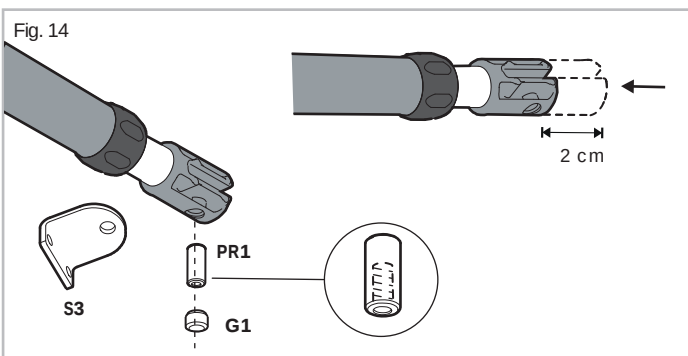

Fig. 14
- Retirarlo después de 2 cm (Fig. 14).